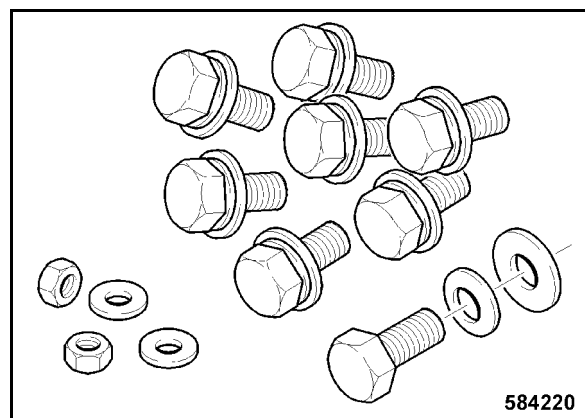

fig. 167
- Vérifier la présence de toutes les vis de fixation, rondelles, entretoises et écrous pour la fixation de la cabine (fig. 167).